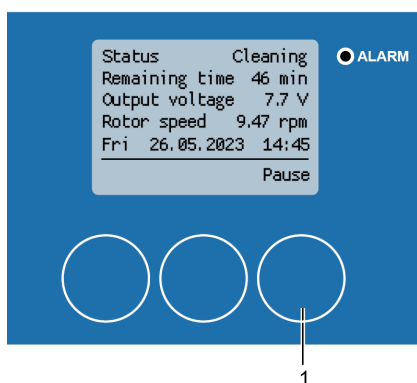

Figura 164: Pausar el proceso de limpieza
1. Pulse la opción [Pausa] (Figura 164/1) para interrumpir el proceso de limpieza.